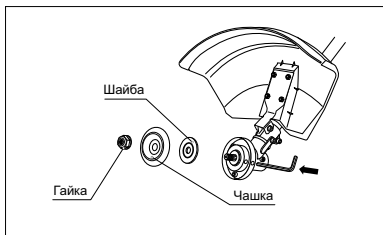

рис. 5
1. Совместите отверстия в чашке редуктора и фланцевой шайбе. Вставьте металлический стопорный стержень или шестигранный ключ из комплекта поставки в отверстия чашки редуктора и фланцевой шайбы. Вращая гайку по часовой стрелке, снимите ее, а также чашку и шайбу со шпинделя редуктора (рис. 5).